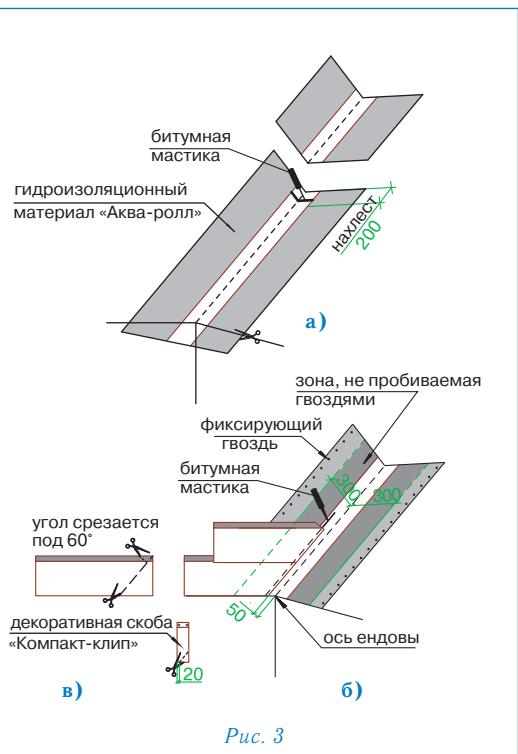

Рис. 3
### Ендова (рис. 3)
- ровно по центру ендovy расстилается специальный рулонный материал «Аква-ролл», фиксируется в верхней части двумя гвоздями и обрезается в нижней части по линии карниза (рис. 3а);
**Внимание:** 1. «Аква-ролл» должен доходить до линии конька и заводиться за нее. 2. «Аква-ролл» укладывается с нахлестом 20 см, место нахлеста тщательно обрабатывается битумной мастикой (рис. 3а).
- непосредственно перед укладкой в ендovу черепицы, защитная пленка с лицевой стороны «Аква-ролла» снимается и на самоклеящуюся поверхность укладываются листы черепицы, обрезанные в соответствии с заранее отбитыми линиями (рис. 3б).
**Внимание:** 1. Необходимо также подрезать верхний уголок обрезанного края листа (см. рис. 3в) для правильного стока воды.
2. Крепление обрезанного листа к медной части «Аква-ролла» осуществляется при помощи сплошной полосы битумной мастики (рис. 3б).
4. В случае, если скоба «Компакт-клип» приходится на место обреза листа, можно либо обрезать накладку, оставив минимум 2 см в нижней части (рис. 3в), либо произвести укладку листов без использования накладки.